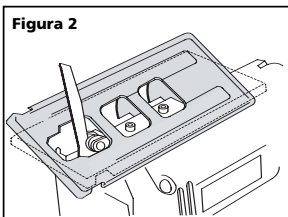

Figura 2
- La placa base se puede inclinar 45° en ambas direcciones para realizar cortes en ángulo. Estos son valores para 45° y para 90° contra la pieza de trabajo. Para otros ángulos use un graduador para medir (Figura 2).